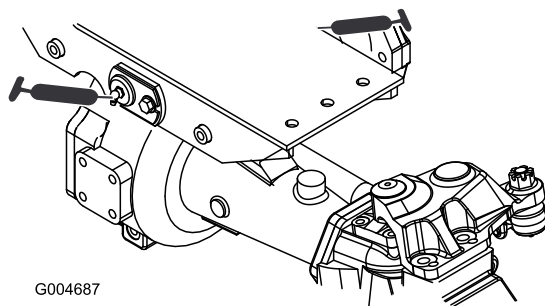

Figura 78
- 2 boccole orientabili dell'assale anteriore e posteriore (Figura 78)